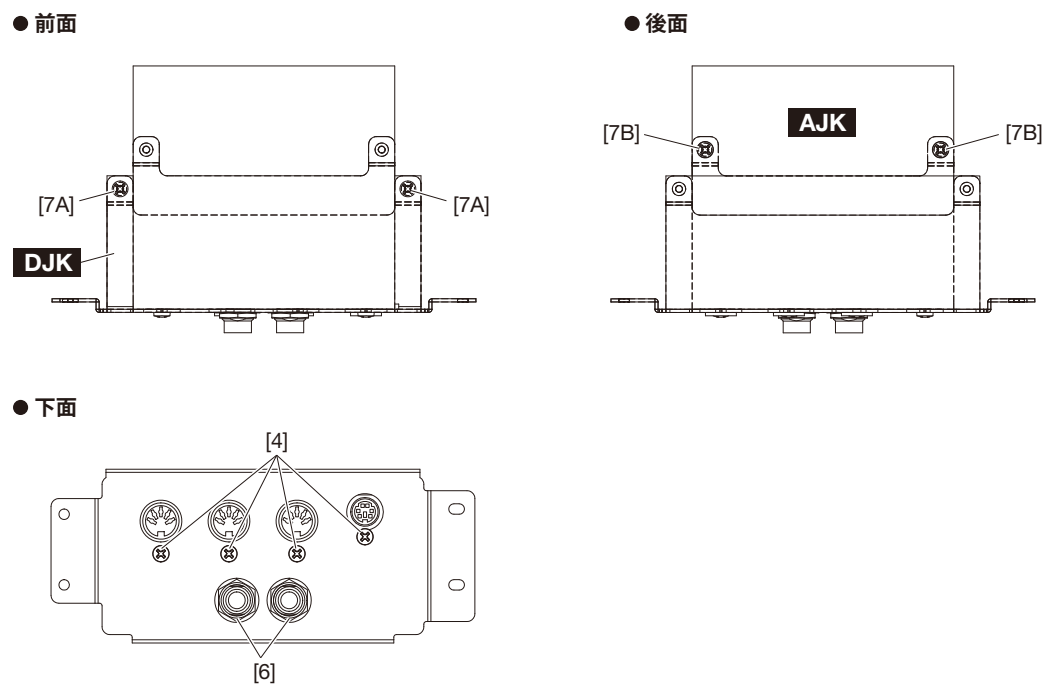

図 5
3. [4]のネジ 4 本と[7A]のネジ 2 本を外して、DJK シートを外します。(図 5)
3. [6]のナット 2 個と[7B]のネジ 2 本を外して、AJK シートを外します。(図 5)